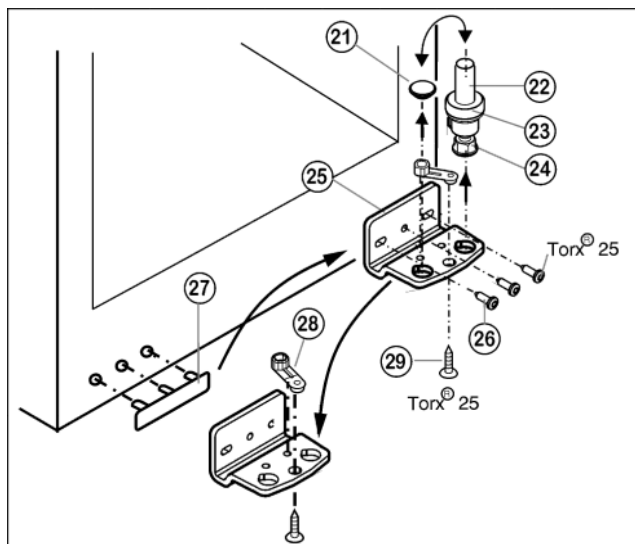

Fig. 5
- ▶ Извлеките опорный винт Fig. 5 (22) в комплекте с шайбой Fig. 5 (23) и регулируемой опорой Fig. 5 (24), вытягивая его вверх.
- ▶ Снимите пробку Fig. 5 (21).
- ▶ Открутите Fig. 5 (26) опорный кронштейн Fig. 5 (25).
- ▶ Открутите Fig. 5 (29) опорную деталь Fig. 5 (28) и, переставив в отверстие на противоположной стороне опорного кронштейна, снова прикрутите.
- ▶ Осторожно снимите и переставьте на противоположную сторону крышку со стороны ручки Fig. 5 (27).
- ▶ Снова прикрутите опорный кронштейн Fig. 5 (25) на новой стороне шарнира (с моментом 4 Нм). При необходимости используйте аккумуляторный шурупверт.
- ▶ Переставьте пробку Fig. 5 (21) в свободное отверстие.
- ▶ Вновь установите опорный винт Fig. 5 (22) в комплекте с шайбой и регулируемой опорой. При этом фиксатор должен быть направлен назад.
- ▶ Установите дверцу сверху на нижний опорный палец Fig. 5 (22).
- ▶ При необходимости выровняйте дверцы через два продольных паза в нижнем опорном кронштейне Fig. 5 (25) параллельно корпусу устройства. Для этого выкрутите средний винт.